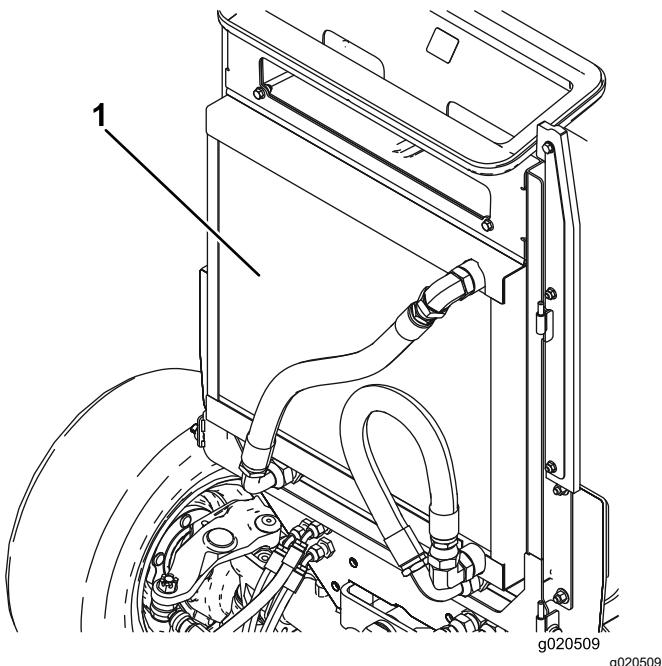

図 76
- オイルクーラとラジエターの両方の裏表図 76を圧縮空気で丁寧に清掃する。前側から清掃を始